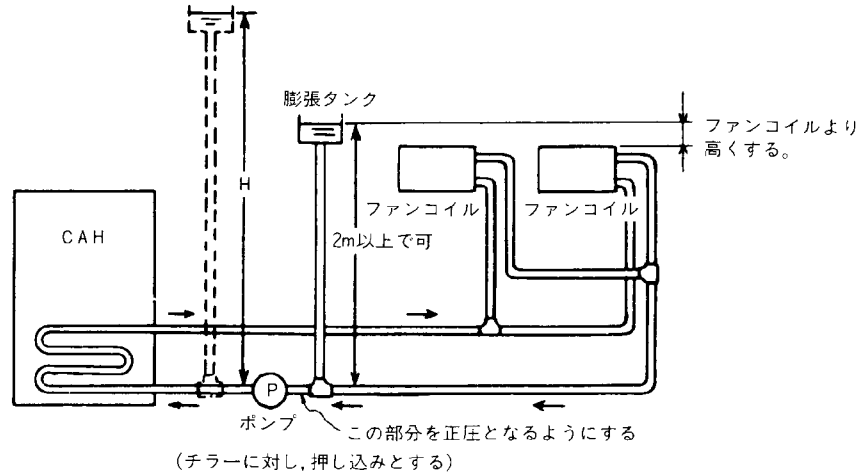

図2-6 膨張タンクとポンプの位置
2) 膨張タンクは図2-6に示すようにポンプの吸込側に設けることを原則とすること。ポンプの出口側に破線のように接続すると水回路の抵抗よりHを大きくしてポンプの吸入側が常に正圧となるようにすること。